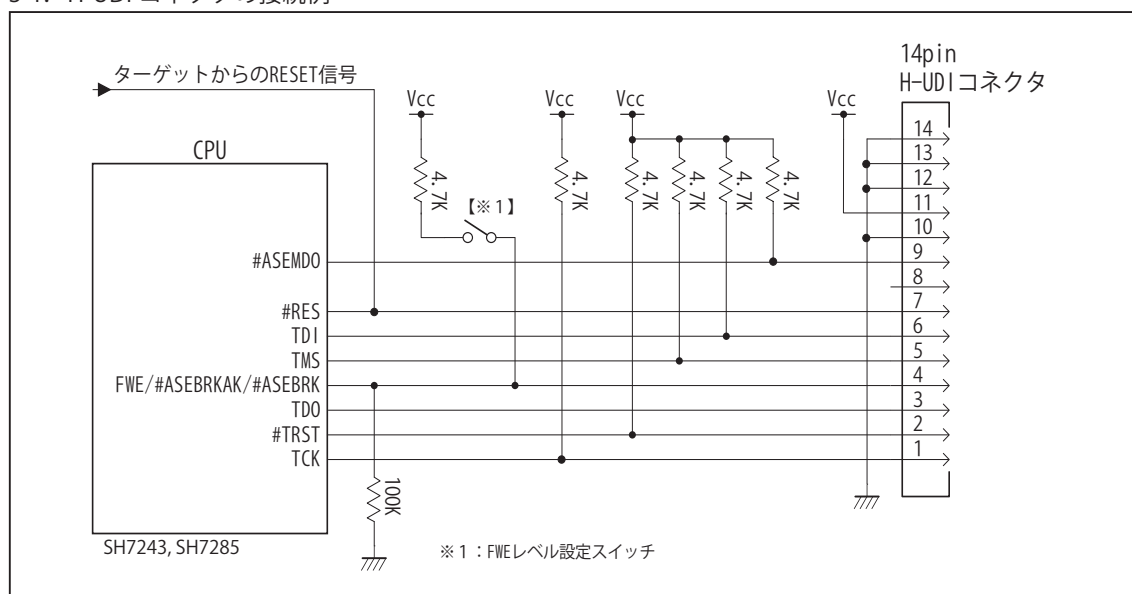

図4. H-UDI コネクタ接続図 (SH7243, SH7285)
- ・図4に記載されている抵抗値は参考値です。
- ・FWE端子(入力端子)は#ASEBRKAK/#ASEBRK端子(入出力端子)とマルチプレクサされています。そのためFWE端子のレベル設定はVccやGNDに直結せず、図4の様にプルアップ/プルダウン抵抗で行って下さい。